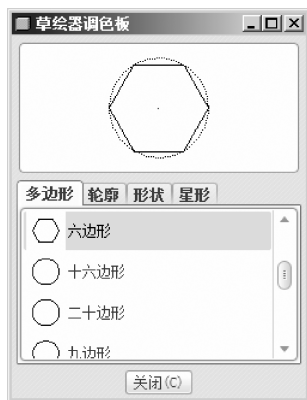

图 4-38 【草绘器调色板】对话框
(7) 单击【草绘】对话框中的 **草绘** 按钮，接受草绘平面放置属性的设置，进入草绘界面。
(8) 单击【草绘器工具】工具栏中的【调色板】按钮 ，弹出【草绘器调色板】对话框，切换至【多边形】选项卡，在其下部的图库列表中选择【六边形】，此时上部出现正六边形预览，如图 4-38 所示。